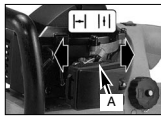

Fig. 3B
4. Su aparato viene diseñado con 2 posiciones de choke. CHOKE "H" y RUN "I". Mueva la palanca de choke (A) a CHOKE "H" (Fig. 3B).